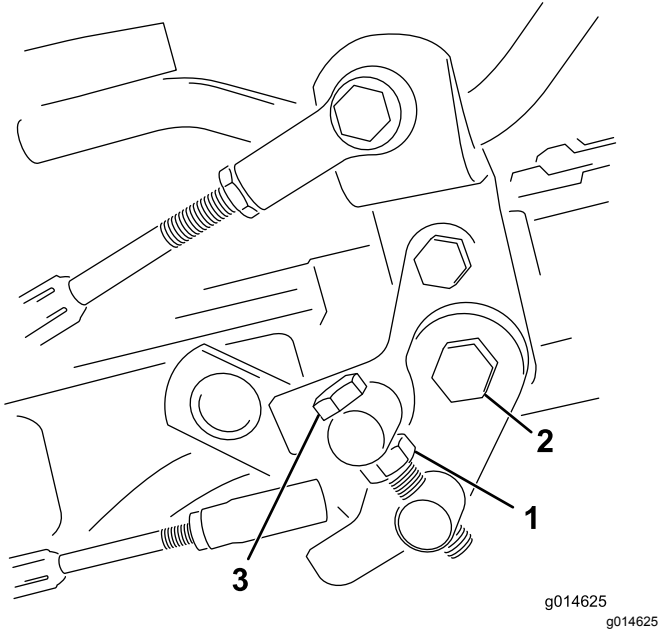

Bild 49
1. Lösen Sie die Klemmmutter an der Drehzapfenkopfschraube (**Bild 49**).
4. Ziehen Sie die Klemmmutter an der Drehzapfenkopfschraube und die Mutter am Pedalgelenk fest, um die Einstellung zu arretieren (**Bild 49**). Prüfen Sie die Einstellung und nehmen Sie ggf. eine weitere Einstellung vor.